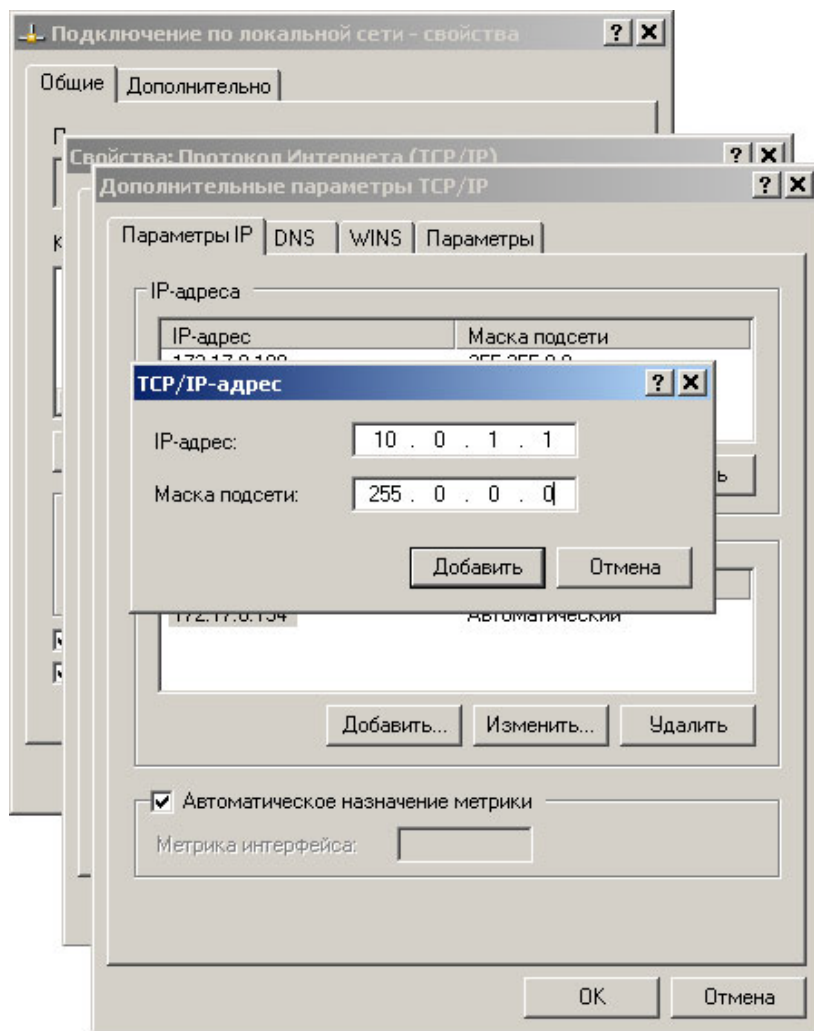

Рисунок 13. Добавление IP-адреса ПК
1. **Отсутствуют сетевые настройки в компьютере** – установите IP-адрес и маску подсети компьютера. Контроллер при этом должен быть подключен либо непосредственно к сетевому разъему сетевой карты компьютера, либо к тому же Hub/Switch, в который включен компьютер (см. рис. 13).